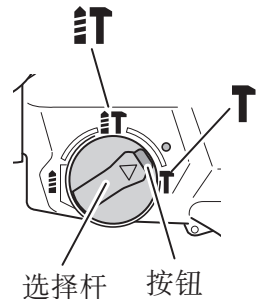

图 20
(1) 安装尖钻或冷镦。
(2) 按下按钮，并将选择杆调整至 **||T** 记号和 **T** 记号的中间 (图 20)。